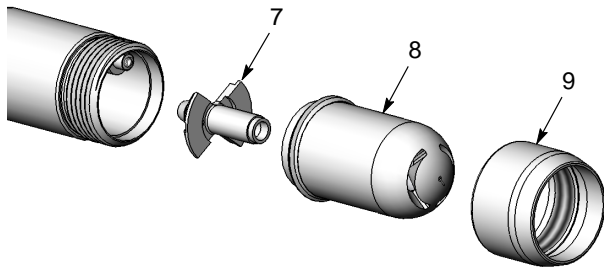
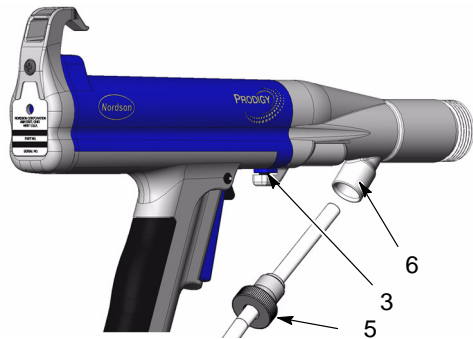

Fig. 17 Enlever la buse et l'adaptateur de tuyau
Fig. 23 Desserrage de la vis de blocage de l'adaptateur
2. Voir la figure 17. Dévisser l'écrou de blocage (9) et le bloc buse (8) et les retirer du pistolet.
3. Retirer l'adaptateur de tuyau (7) du tube à poudre.
1. Voir la figure 17. Dévisser la buse (8) et l'écrou de blocage (9) du pistolet de pulvérisation.
2. Retirer l'adaptateur de tuyau (7) du tuyau à poudre.
3. Voir la figure 23. Dévisser le bouton de verrouillage (5) et tirer le tuyau à poudre hors de l'adaptateur du pistolet (6).
4. Desserrer la vis de blocage (3) dans le bas de l'adaptateur du pistolet.
6. Voir la figure 17. Suivre la procédure *Installation des tuyaux* à la page 7 pour installer le tuyau à poudre.
8. Voir la figure 17. Suivre la procédure *Installation des tuyaux* à la page 7 pour installer le tuyau à poudre.